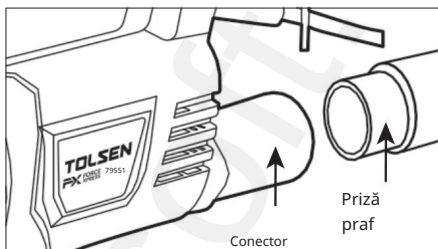

Figura 5
2. Dacă doriți un orificiu de evacuare a prafului (se vinde separat) Pentru a-l fixa în poziție, aliniați pinii de pe capacul de praf pinul cu sloturile din conector. Împingeți orificiul de praf spre interior și rotiți-l în direcția în sensul acelor de ceasornic pentru fixare. Vezi Figura 5